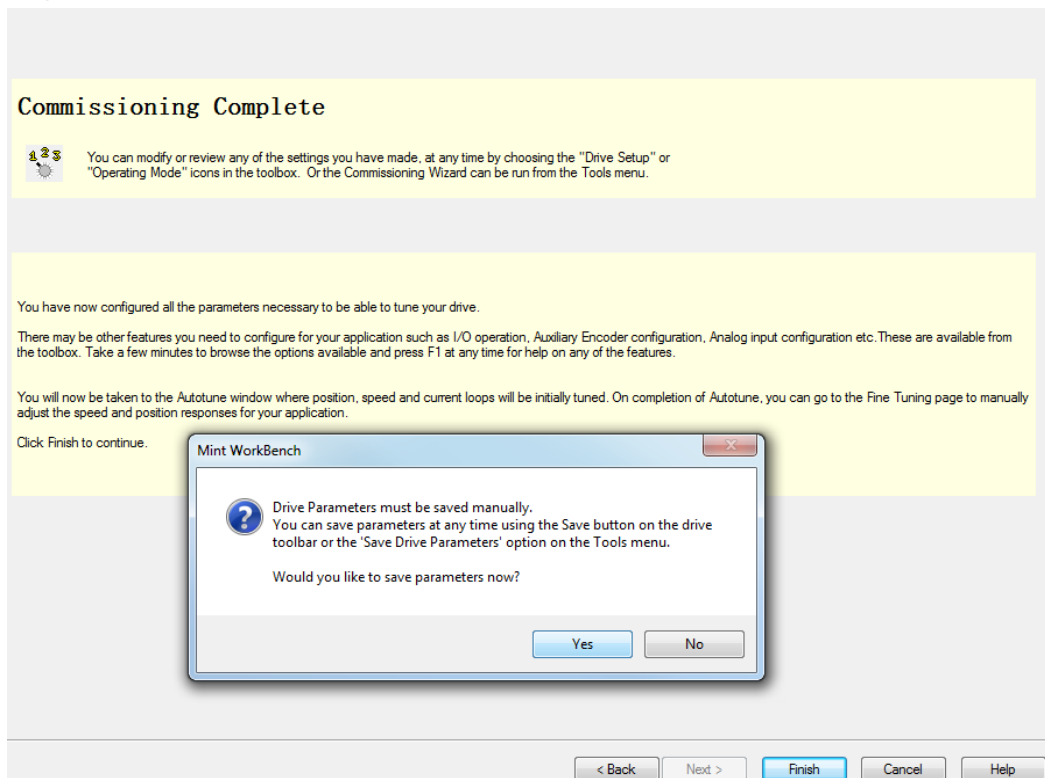

图 2-21 Drive Commissioning 完成配置
如图2-21，完成配置后，点击“Finish”，并在弹出的提示框点击“Yes”，系统进入自动辨识（AutoTune）页面。
- Autotune : 点击进入自动辨识页, 如图2-21所示。